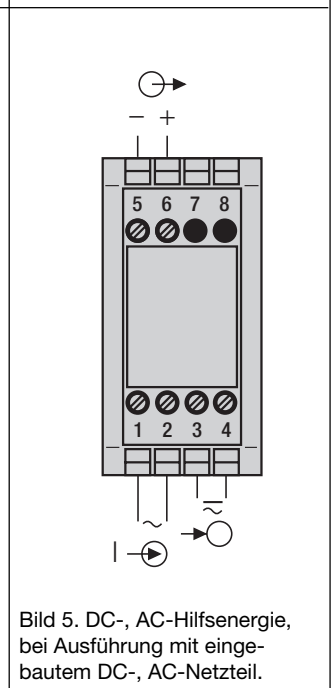

Bild 5. DC-, AC-Hilfsenergie, bei Ausführung mit eingebautem DC-, AC-Netzteil.
Gleichspannung (DC) oder Wechselspannung (AC):	DC-, AC-Netzteil (DC oder 40 - 400 Hz) 85 - 230 V DC/AC oder 24 - 60 V DC/AC DC - 15/+ 33%, AC $\pm 15\%$ Leistungsaufnahme $\leq 1,5 \text{ W}$ bzw. $\leq 3 \text{ VA}$ , siehe Bild 5